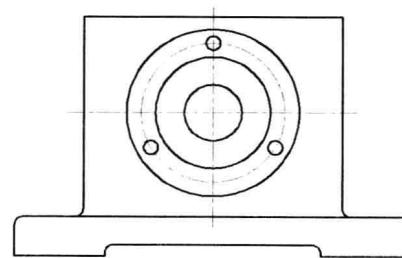

图 11-1-7
(7) 单击“预览”按钮，视图中显示环形阵列效果，如图 11-1-7 所示。按 Enter 键，接受阵列效果。